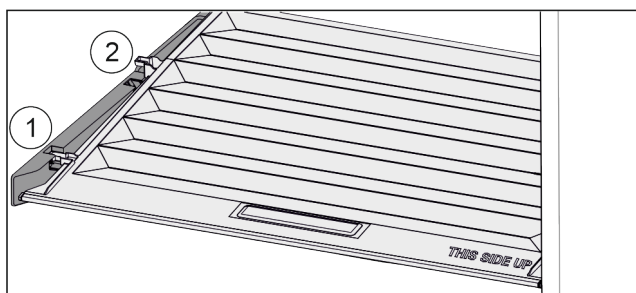

Fig. 36
- ▶ Vytáhněte víko dopředu až k otvoru v přídržných dílech Fig. 36 (1).
- ▶ Vzadu zespodu nadzvedněte a vyjměte směrem nahoru Fig. 36 (2).